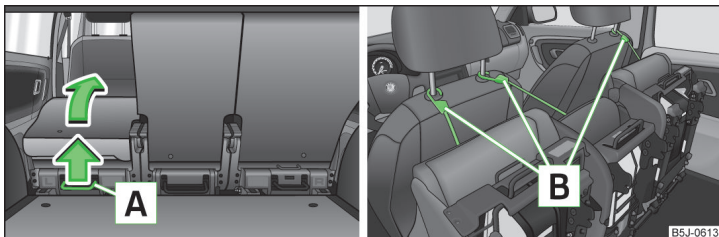

Abb. 58 Sitz komplett vorklappen / Vorgeklappte Sitze verriegeln
- Den Hebel **A** » Abb. 58 nach oben ziehen und danach den Sitz komplett vorklappen.
- Den Hebel **A** » Abb. 58 nach oben ziehen und den Sitz komplett vorklappen.
- Den vorgeklappten Sitz mithilfe des Befestigungsgurts **B** an einer Führungsstange der Kopfstütze des vorderen Sitzes verriegeln » Abb. 58.